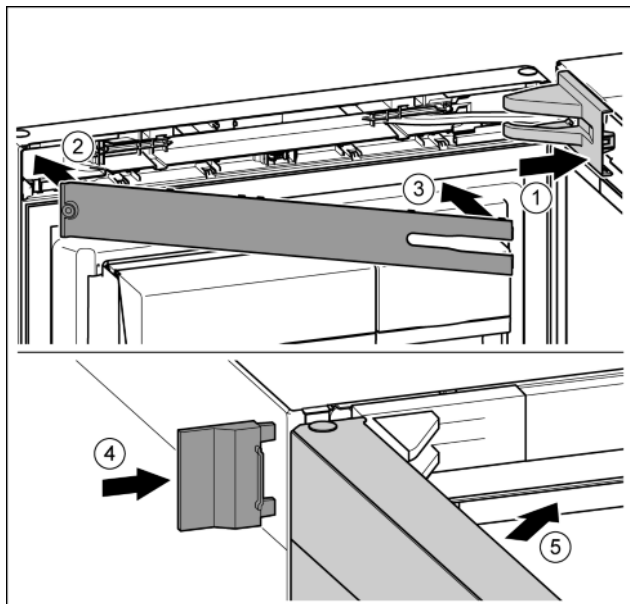

Fig. 41
- Крышку опорного кронштейна установить и зафиксировать, при необходимости, осторожно разжать. Fig. 41 (1)
- Установить накладку. Fig. 41 (2)
- Наклонить и защелкнуть накладку. Fig. 41 (3)
- Надвинуть внешнюю крышку. Fig. 41 (4)
- Закрывать верхнюю дверь. Fig. 41 (5)